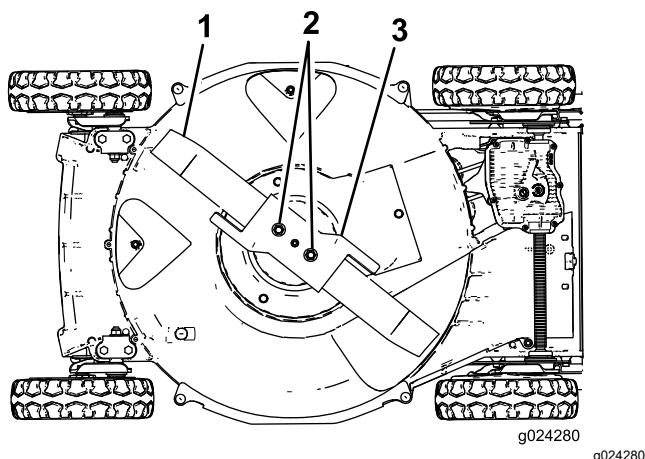

Figura 26
5. Vuelque la máquina hacia su lado **derecho** (limpiador de aire hacia arriba), según se muestra en Figura 26.